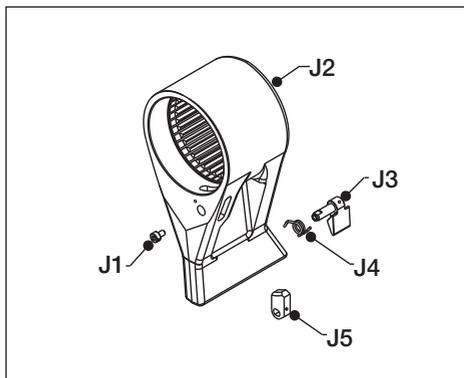

Fig. 26
- Brazo de reacción (Fig. 26, pieza J2)
5.3.9 Pestillo del brazo de reacción - Desmontaje y montaje (Fig. 26)